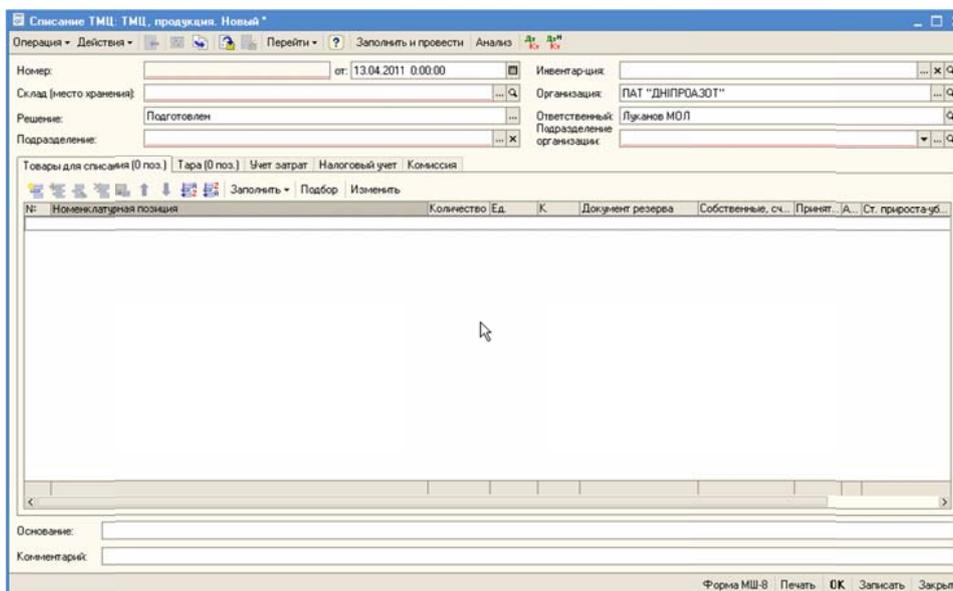

Рисунок 99 – Новый документ «Списание ТМЦ»
2. Создать новый документ «Списание ТМЦ» (Рисунок 99).